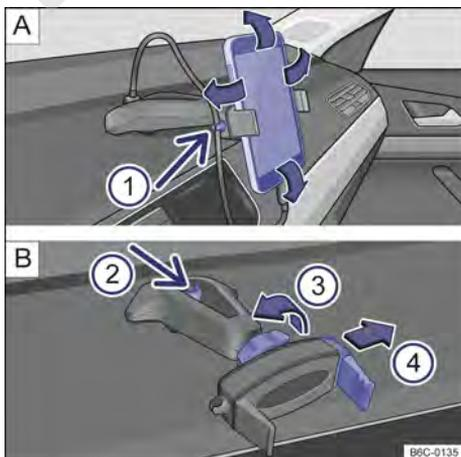

Fig. 170 En la consola central: soporte para teléfono celular y ajustes.
- Sujetar el soporte con una mano y presionar la tecla de desbloqueo → fig. 170 [B] ② (flecha).
- Con la varilla → fig. 170 [B] ④ mover en la dirección de la flecha, e instalar el teléfono celular en el alojamiento.
- Con la otra mano mover la varilla → fig. 170 [B] ④ hasta que se pueda retirar el aparato del alojamiento.
- Colocar el cable USB en la entrada cargador USB del soporte existente en el panel de instrumentos → fig. 170 [A].
- Sujetar el cable en el soporte → fig. 170 [A] ①.
- Para liberar el movimiento del soporte, girar la traba → fig. 170 [B] ③ en la dirección opuesta de la flecha.
- Para fijar la posición, girar la traba en el sentido de la flecha ③ → fig. 170 [B] hasta la fijación completa del soporte.
i El soporte para teléfono celular tiene una garantía de 3 años, con excepción de la varilla deslizante (garra) → fig. 170 **B** **4** que tiene garantía de 1 año.